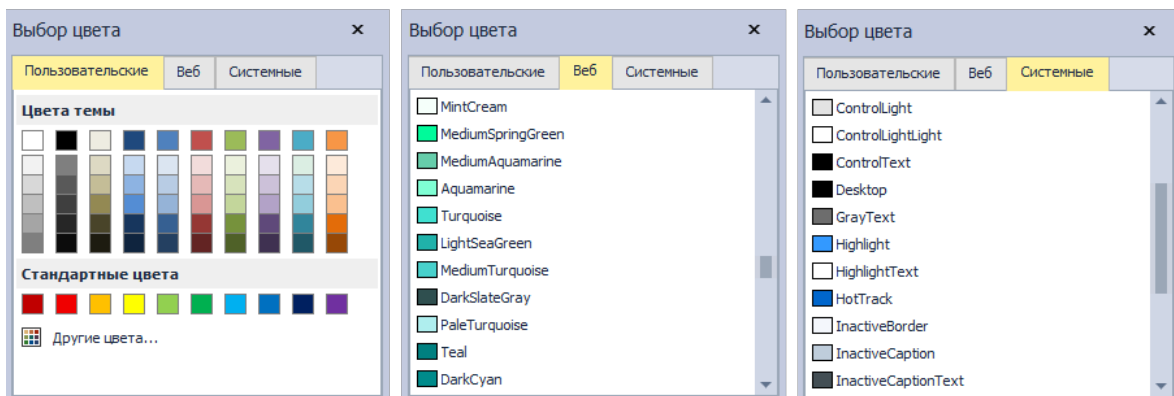

Рис. 363 Выбор цвета для отображения цепи на плате
2. Выбрать цвет для отображения цепи с помощью появившегося окна, см. Рис. 363.